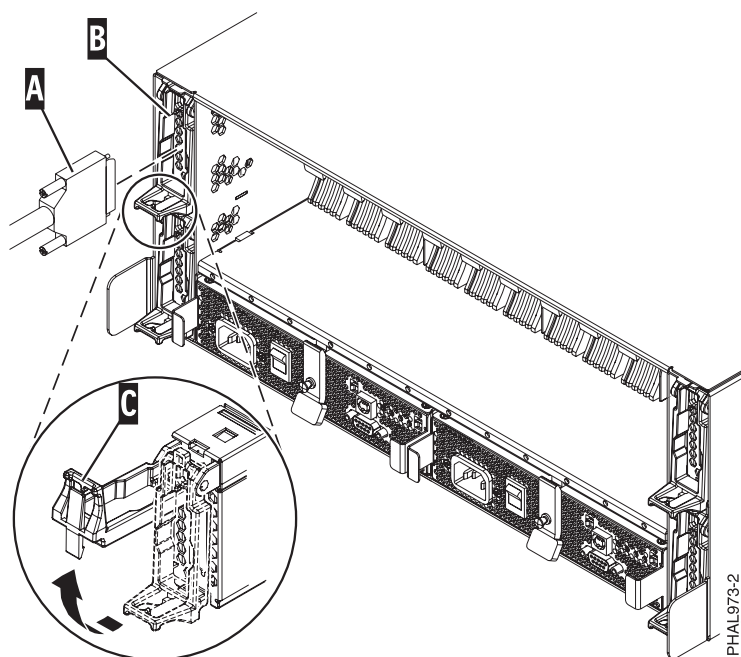

Figura 17. Cable SCSI a una targeta repetidora individual
- Si esteu utilitzant només targetes repetidores individuals o targetes repetidores duals, connecteu el cable SCSI (A) a la targeta repetidora de l'iniciador (B). Per obtenir més detalls, vegeu la Figura 17 a la pàgina 60, la Figura 18 a la pàgina 60 o la Figura 19 a la pàgina 61 en funció de la vostra situació.